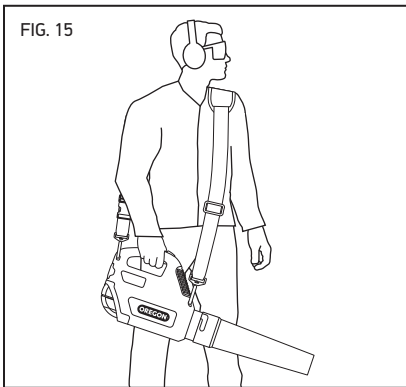

FIG. 15
- Ajuste la longitud de la correa a una posición de funcionamiento cómoda (Fig. 15).